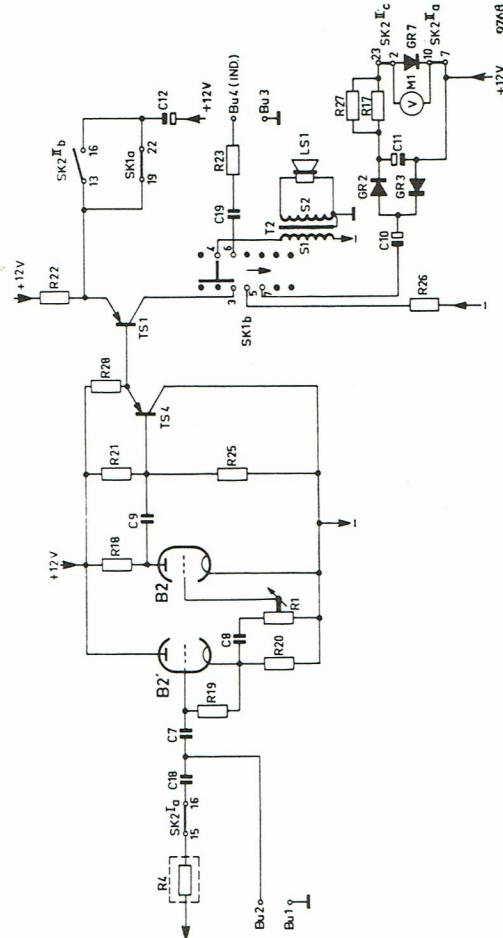

Fig. 4. Schéma du voltmètre-amplificateur
B. VOLTMÈTRE-AMPLIFICATEUR (fig. 4)
Le circuit est celui indiqué sur la fig. 4. Les tensions alternatives B.F. peuvent donc être mesurées par l'intermédiaire de la résistance R4 dans la sonde de mesure ou des douilles d'entrée "L.F.-II" et "F" (BU1-BU2). Le sélecteur SK1 occupe alors la position "M" et SK2, la position "L.F.". En cas de mesures par la sonde de mesure, la gamme de fréquences est limitée, entre autres, par la résistance R4 montée en série dans la sonde de mesure et la capacité du câble reliant la sonde à l'appareil.
Le haut-parleur est inséré dans le circuit de mesure, quand SK1 se trouve en position "1" (voir fig. 4, page 20).
SK1 étant dans la position "2" (voir fig. 4, page 18), la tension d'entrée amplifiée est prélevée sur les douilles de sortie BU3 et BU4 et appliquée sur un oscilloscope, par exemple.
La tension à mesurer est indiquée sur l'appareil de mesure quand SK1 se trouve en position "3" (voir fig. 4, page 20).
Le circuit de mesure qui s'établit est indiqué sur la fig. 4 (page 20). A la sortie de l'amplificateur (paragraphe B1, page 19), la tension alternative B.F. est appliquée, par l'intermédiaire du sélecteur SK1 et de C10, au circuit de l'appareil de mesure.